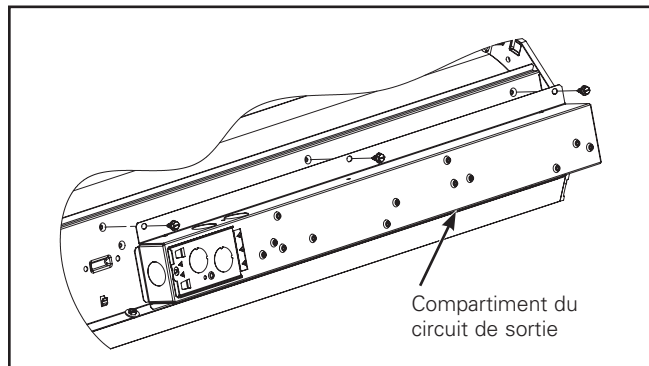

Figure 1.
1. Retirez le compartiment du circuit de sortie du support de montage du circuit de sortie du luminaire classique SkyRidge (Figure 1).